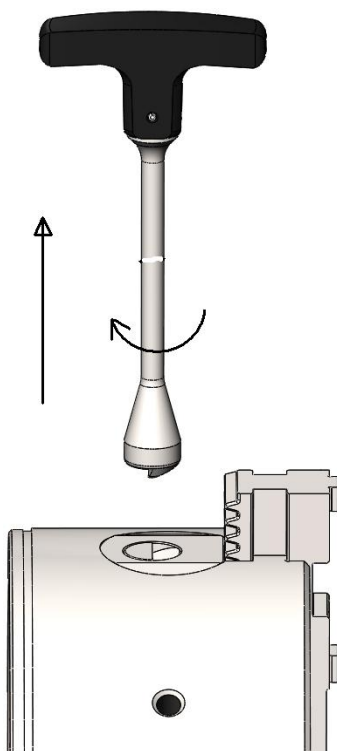

Рис. 16. Блокировка кулачка
- повернуть ключ на  $90^0$  в другую сторону (по часовой стрелке), чтобы заблокировать положение кулачка, и извлечь его из основного кулачка Рис. 16.